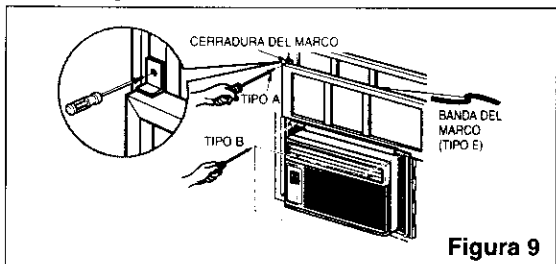

Figura 9
Extienda los paneles corredizos para llenar la abertura de la ventana, usando los 4 tornillos (TIPO B) para fijarlos, como se muestra en la Figura 9.
Rellene el sello de ventana corrediza entre el vidrio y la ventana para evitar el ingreso de aire e insectos en la habitación, como se muestra en la Figura 9.
- Atornille el seguro de ventana corrediza, usando un tornillo (TIPO A), como se muestra en la Figura 9.